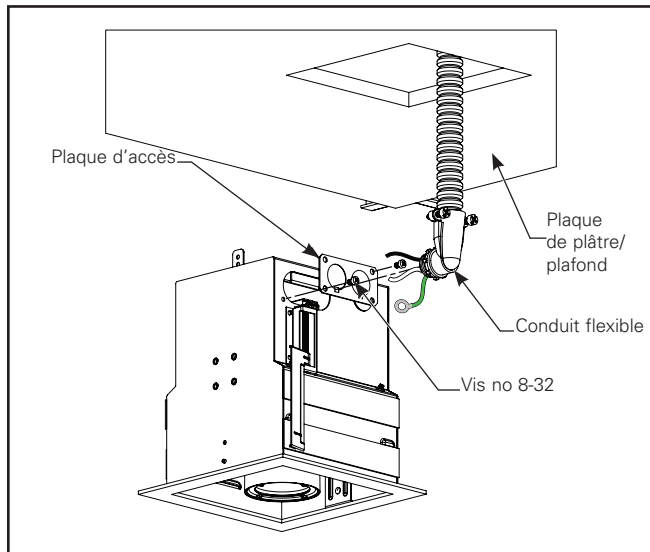

Figure 2.2.
- 2b. Faites passer les fils d'entrée provenant de la découpe du plafond en plaque de plâtre. (Figure 2.2)